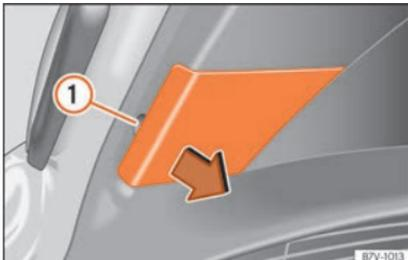

Fig. 113 Dans le hayon arrière : retirer le cache.
2. Retirez le cache avec soin en faisant levier avec la partie plate du tournevis de l'outillage de bord (»» fig. 102) au niveau de l'évidement »» fig. 113 ①.